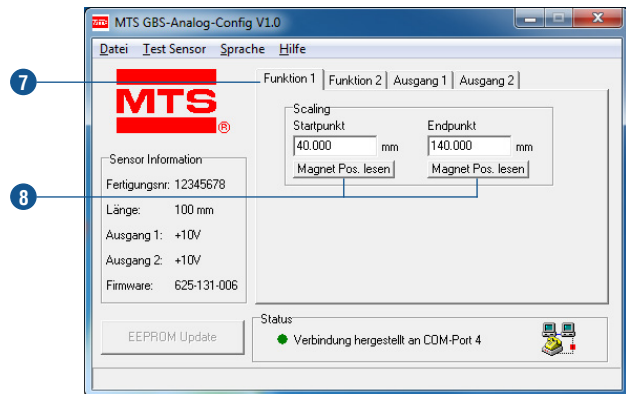

Abb. 38: Dialogfeld mit Registerkarten
- 7 Über die Registerkarte **Funktion 1** wird der Messbereich mit **Start-** und **Endpunkt** festgelegt (Abb. 38).
- 8 Über die Schaltflächen **Magnet Pos. lesen** kann die aktuelle Magnetposition übernommen werden. Die Messrichtung ändert sich, wenn der Wert des **Startpunkts** größer ist als der des **Endpunkts**. Unabhängig von der Messrichtung beträgt die minimale Messstrecke 25 mm (Abb. 38).